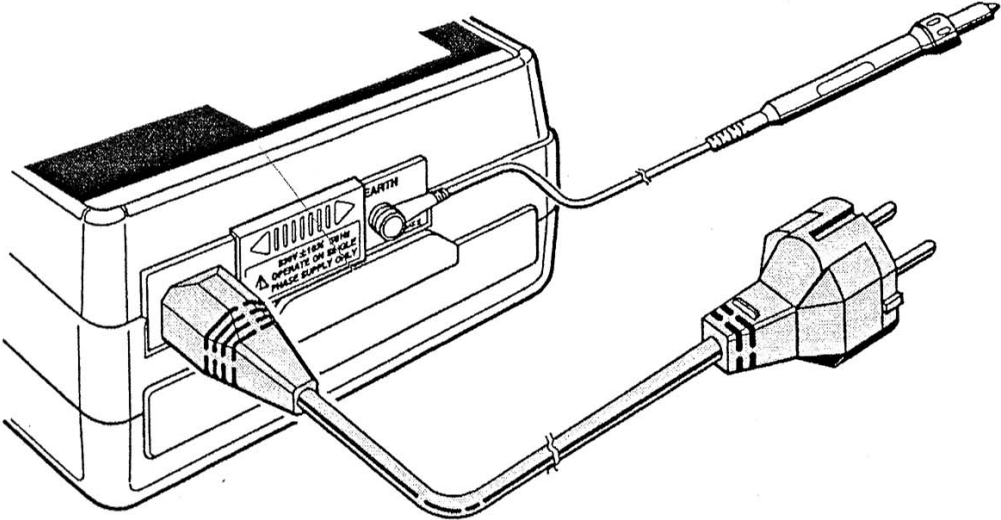
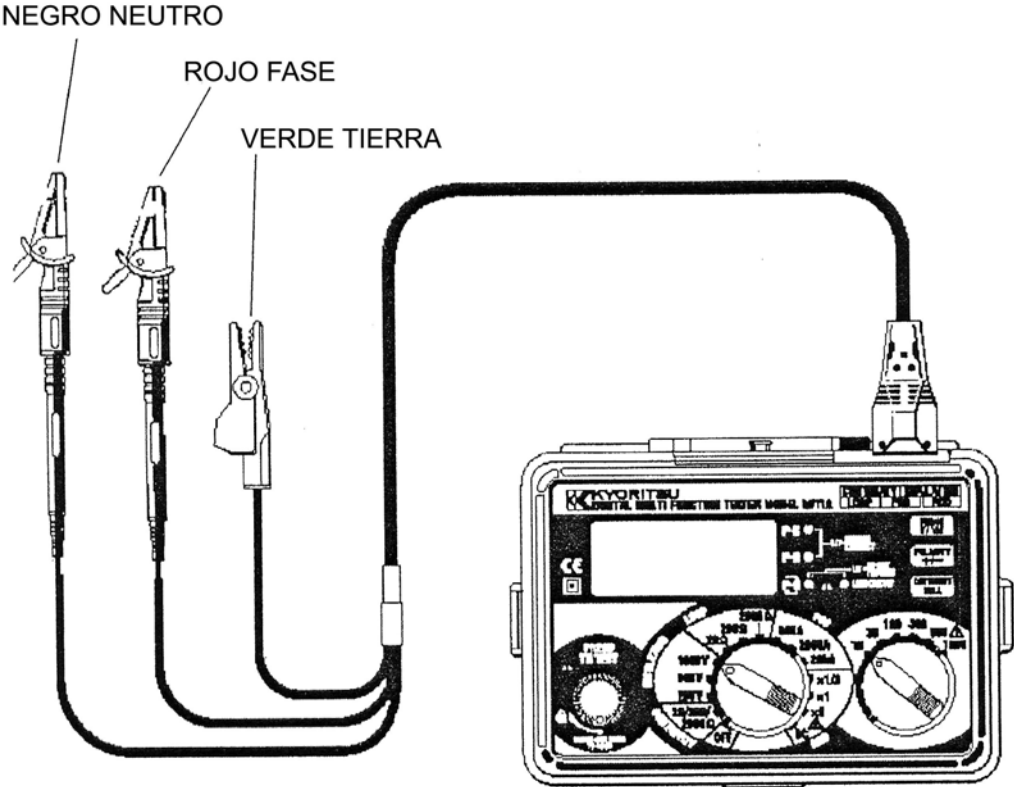

Fig. 9
Fig 10
2. Si realiza la prueba en un enchufe, conecte el cable de prueba con conector al K6011A e inserte el conector en el enchufe a comprobar (vea Fig9).
6. Si comprueba circuitos de alumbrado u otros circuitos, conecte el cable de prueba de tres hilos CABLE TRIFILAR (modelo 7133) al 6011A. Conecte el cable rojo (fase) a la fase del circuito a comprobar, conecte el cable negro (neutro) al neutro del circuito a comprobar, y conecte el cable de tierra al Tierra asociado con el circuito. (vea Fig.10).
4. Conecte el instrumento al diferencial a comprobar mediante el cable con clavija (vea Fig.9) o utilizando el cable de prueba de tres hilos(modelo 7133) (vea Fig. 10).